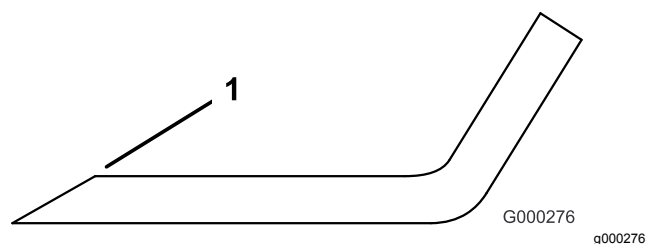

Figura 119
3. Inspeção as extremidades de corte de todas as lâminas e afie-as se apresentarem sinais de desgaste ou ranhuras (Figura 119).
Nota: Afie apenas a zona superior da parte cortante e mantenha o ângulo de corte original para garantir um desempenho eficaz da lâmina (Figura 119). A lâmina manterá o equilíbrio se for retirada a mesma quantidade de metal de ambas as extremidades de corte.